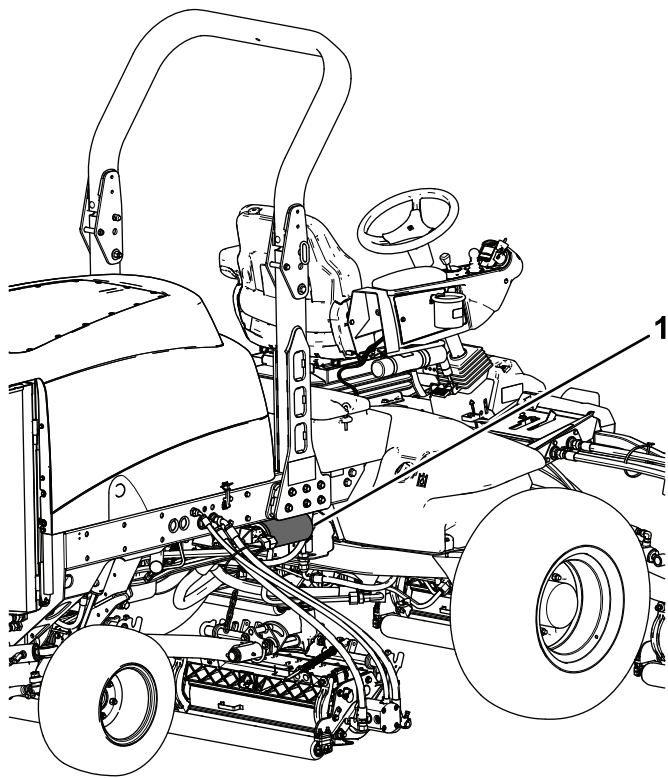

図 108
3. フィルタ **図 107**と **図 108**の取り付け部周辺をきれいにふき、下に廃油受けを用意し、フィルタを外す。